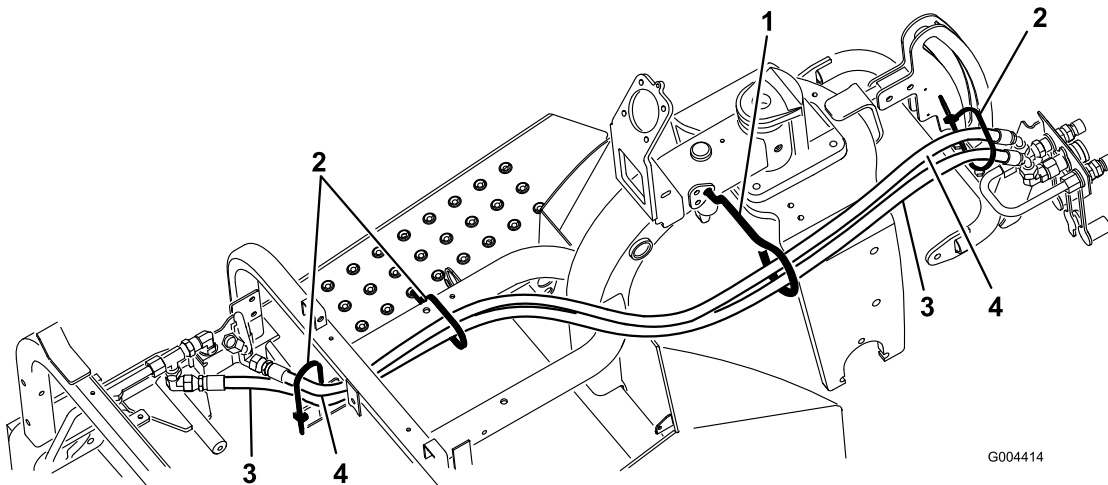

Figure 6
1. Branchez le côté orientable du long flexible hydraulique au raccord coudé sur l'ensemble coupleur (Figure 6).
2. Branchez le côté orientable du flexible hydraulique court au raccord en T sur l'ensemble coupleur (Figure 6).
3. Faites passer les flexibles dans le guide puis sur la valve (Figure 6).
4. Branchez le long flexible hydraulique au raccord arrière de la valve (Figure 6).
5. Branchez le flexible hydraulique court au raccord avant de la valve (Figure 6).
2. Fixez les flexibles avec des serre-câbles aux emplacements indiqués à la Figure 6.